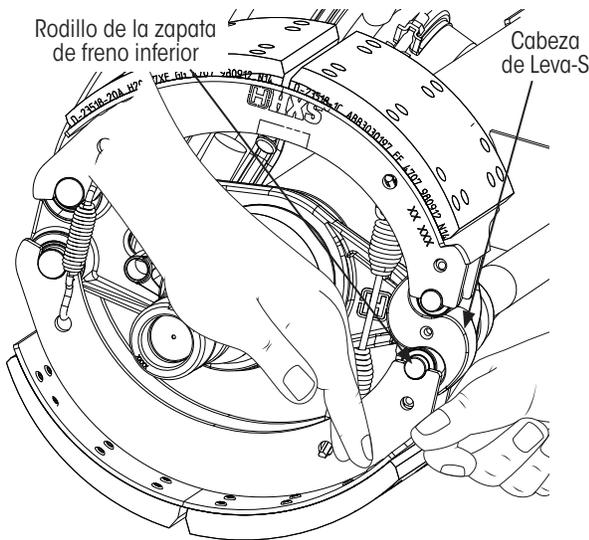

Figura 1: Removiendo el rodillo y el clip de retención del rodillo de la zapata de freno inferior
1. **Empuje hacia abajo** la zapata de freno inferior, como se muestra en la Figura 1, y **remueva** el rodillo y el clip de retención de rodillo de la zapata de freno inferior.
IMPORTANTE: Las zapatas de freno deben de estar completamente retraídas para remover el rodillo y el clip inferiores. Cuando las zapatas de frenos estén completamente retraídas, los rodillos de las zapatas de freno descansarán en el valle de la cabeza de la leva-S como se muestra en la Figura 1. Para retraer la zapata de freno, siga el procedimiento descrito en la sección RETRACCIÓN DE LA ZAPATA DE FRENOS O EL BRAZO DE CONTROL DE LA MATRACA en la página 28.